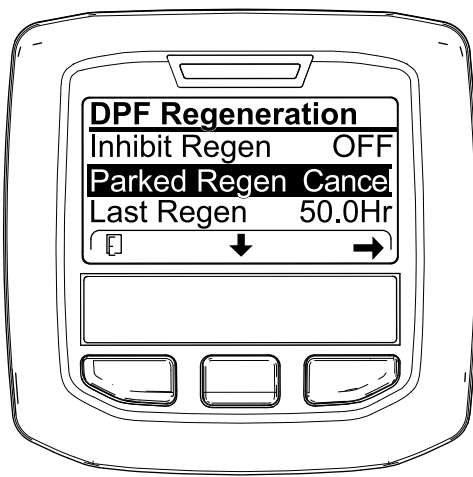
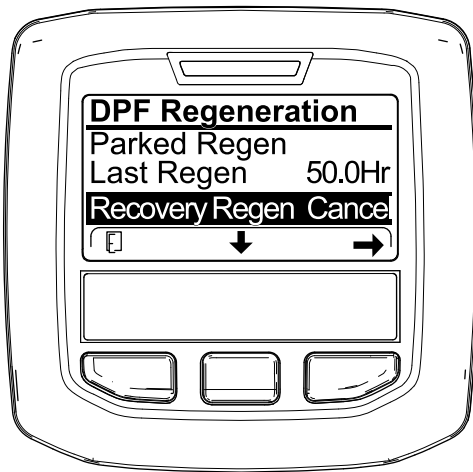

Figura 88
Figura 89
1. Acceda al menú DPF Regeneration (Regeneración de DPF) (Figura 88).
2. Pulse el botón central para desplazarse hacia abajo, hasta la opción PARKED REGEN CANCEL (Cancelación de regeneración con máquina aparcada) (Figura 88) o la opción RECOVERY REGEN CANCEL (Cancelación de regeneración de recuperación) (Figura 89).
3. Pulse el botón derecho para seleccionar la opción Regen Cancel (Cancelación de regeneración) (Figura 88 o Figura 89).